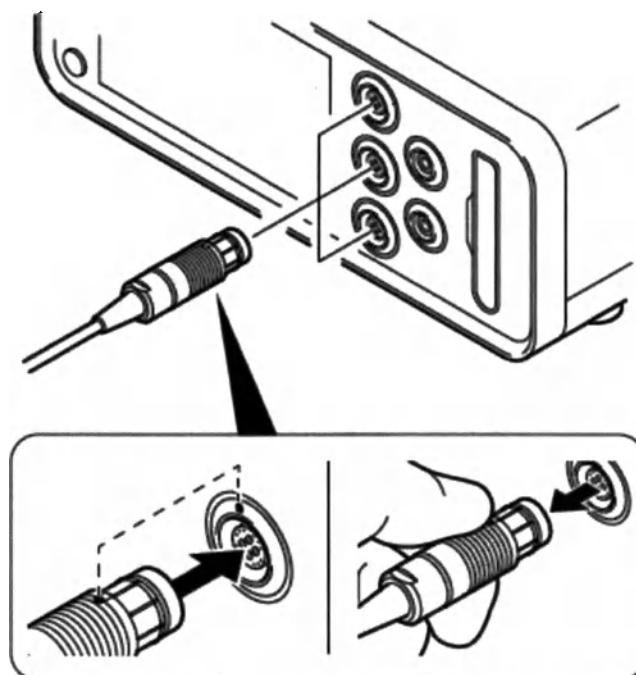

Рисунок 3 — вставка и удаление соединителя Кабеля
1. Взяться за ребристую часть соединителя Кабеля и вытащить соединитель из консоли. См. Рисунок 3.